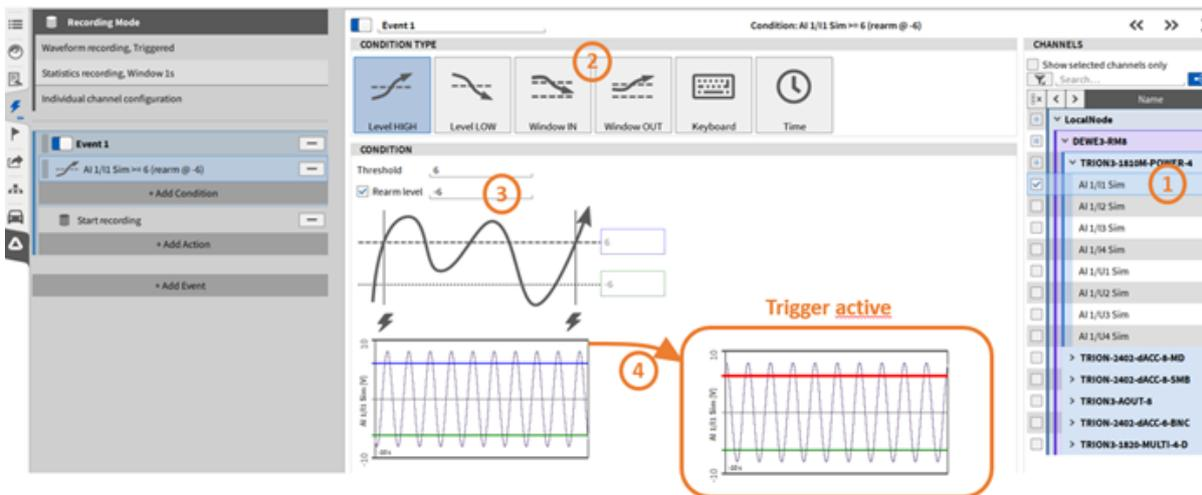
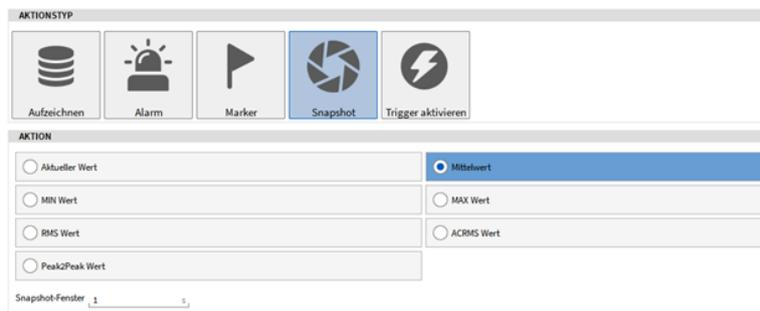

Abb. 9.6: Definieren einer Bedingung und eines Ereignisses bei *Level HIGH*
Abb. 9.20: Trigger – Aktion: Snapshot
Der Kanal auf welchen getriggert werden soll, kann rechts aus der Kanalliste ausgewählt werden (siehe ① in Abb. 9.6). Nach der Auswahl des Kanals wird ein Vorschaufenster dargestellt (siehe ④ in Abb.
Es kann zwischen sechs verschiedenen Ereignisbedingungen gewählt werden (siehe ② in Abb. 9.6):
- Level HIGH/Über: Ereignis aktivieren, wenn das gewählte Signal den definierten Schwellenwert überschreitet. Ein *Rearm Level*, welches erfüllt werden muss, bevor der Trigger erneut einsetzt, kann optional definiert werden (siehe ③ in Abb. 9.6).
Die Snapshot-Aktion kann benutzt werden, um den aktuellen Wert, Mittelwert, MIN, MAX, RMS, ACRMS oder Peak2Peak Wert eines oder mehrerer Kanäle, welche auf der rechten Menüseite ausgewählt werden können, abzufragen (siehe ① in Abb. 9.6) und einem neuen Kanal zuzuordnen. Dieser Kanal wird der Kanalliste unter dem *Snapshot: Ereignis x* Abschnitt (siehe Abb. 9.21). Wenn ein statistischer Wert ausgewählt wird, kann die Berechnungszeit im *Snapshot-Fenster* Feld definiert werden (siehe Abb. 9.20). Das Zeitintervall wird vor der Aktivierung des Ereignisses angewendet.